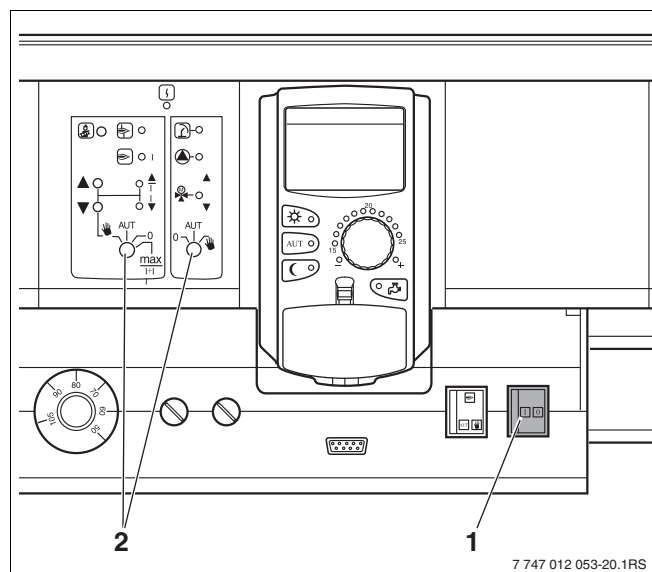

fig. 8 Interruptor de serviço
- Verifique se o interruptor de serviço na unidade de regulação (→ fig. 8, [1]) e o interruptor manual nos módulos utilizados (→ fig. 8, [2]) se encontram na posição "I" e "AUT".
- Ligue a unidade de regulação, ao colocar o interruptor de serviço na posição "I" (→ fig. 8, [1]).
- Desligue a unidade de regulação, ao colocar o interruptor de serviço na posição "0" (→ fig. 8, [1]).